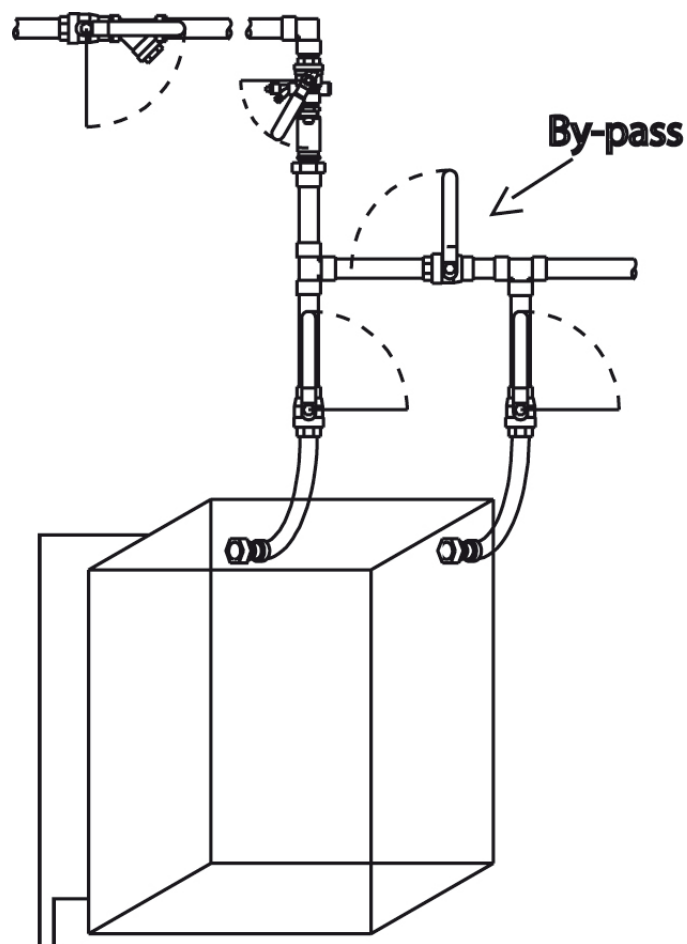

Fig 3.0
- Indien de stuurklep niet uitgerust is met een bypass, moet een bypasssysteem met drie kranen worden geïnstalleerd om gedurende onderhoudswerken het bypassen mogelijk te maken. (fig 3.0)